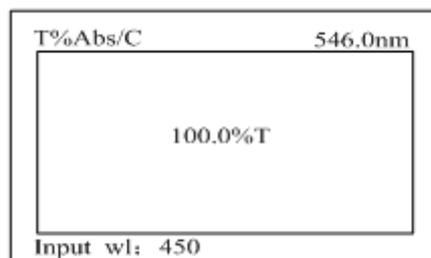

Fig 9
- ✧ Press **【SET λ】** (Fig. 9).